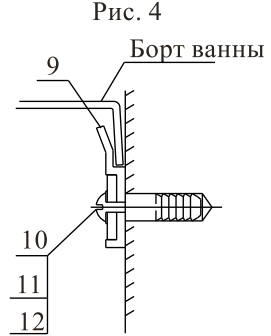

Рис. 4
9. Просверлить отверстия в стене и закрепить ванну пластмассовыми крючками (поз.9) с помощью шурупа (поз.12), шайбы (поз.10) и дюбеля (поз.11) по (рис.4).